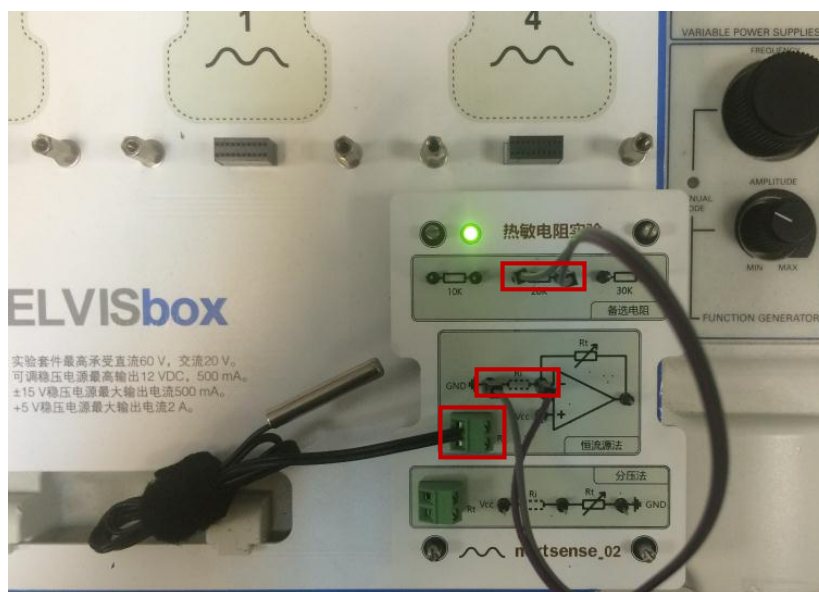

图 6-1 恒流源法连线图
Step1：用杜邦线将 20K 备选电阻连接到恒流源电路中 Ri 位置。将热敏电阻连接到实验模块上的绿色螺丝拧线端子。如图 6-1 所示。